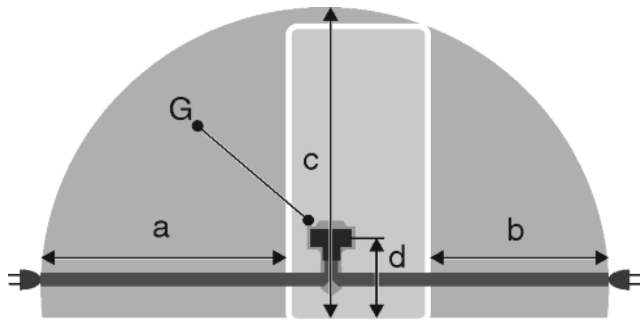

Fig. 52
- A konnektor a készülék hátoldali területén kívül helyezkedik el a megadott tartományban. Fig. 52 (a, b, c)
- ▶ Dugja be a csatlakozót Fig. 52 (G) a készülék hátoldalába. Figyeljen a megfelelő bekattanásra.